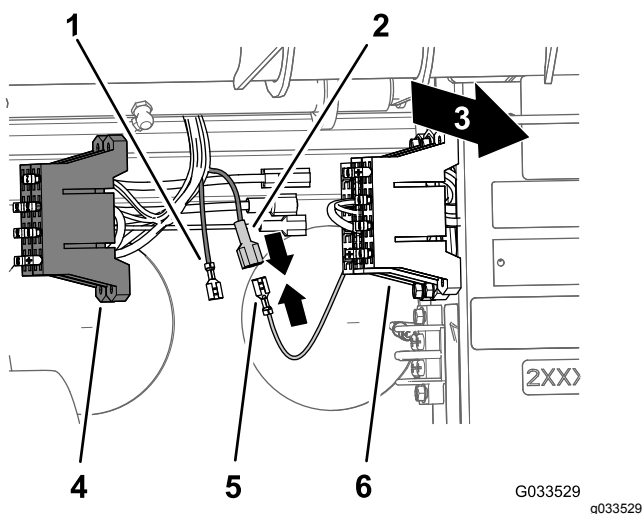

Figura 25
di alimentazione giallo opzionale del portafusibili del cablaggio dell'irroratrice (Figura 25).
3. Collegate il morsetto con connettore faston non isolato del portafusibili per la macchina al connettore faston isolato del portafusibili dell'irroratrice (Figura 25).